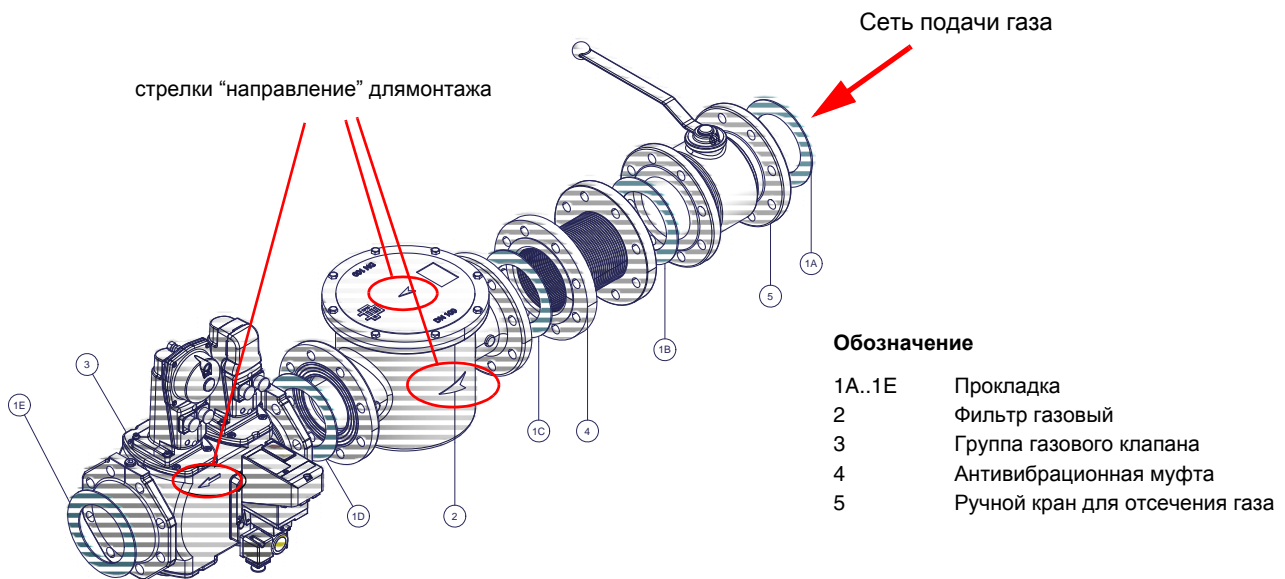

Рис. 5 - Пример газовой рампы
1 - б) при фланцевых соединениях: между соседними компонентами устанавливать прокладку (1A..1E - Рис. 5), совместимую с используемым газом,
**ВНИМАНИЕ:** после монтажа газовой рампы согласно схеме на Рис. 5, необходимо провести тестирование на герметичность газового контура, согласно требований действующих нормативов.